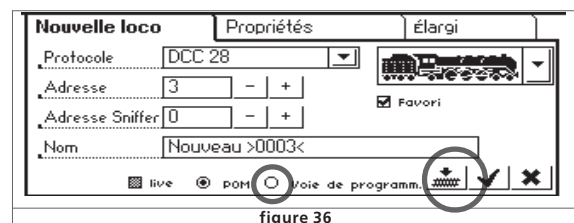

figure 36
- Choisir l'option „Programmation sur la voie de programmation” (Fig. 36).
- d) Trier par noms (activé en Fig. 36)